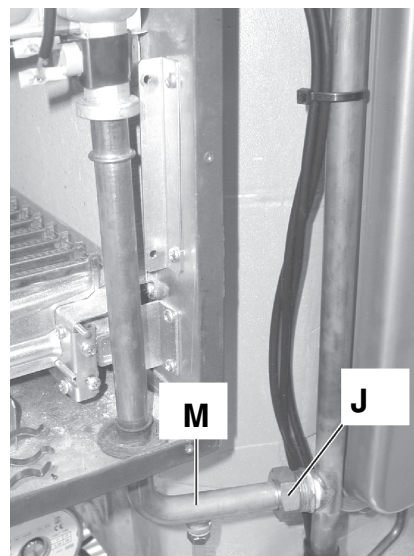

fig. 5
- 7) Svitare il raccordo **J** e sfilare il tubo **M** dallo scambiatore primario tirandolo verso il basso (fig.5).